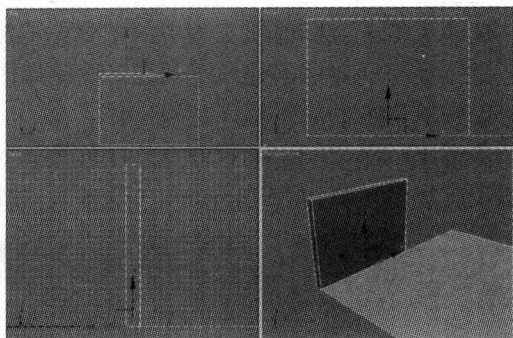

图 1-4 捕捉并移动长方体
步骤 4：使用 2.5D Snap（2.5 维捕捉）工具^①，通过捕捉端点，在 Perspective（透视）视图中移动长方体，如图 1-4 所示。